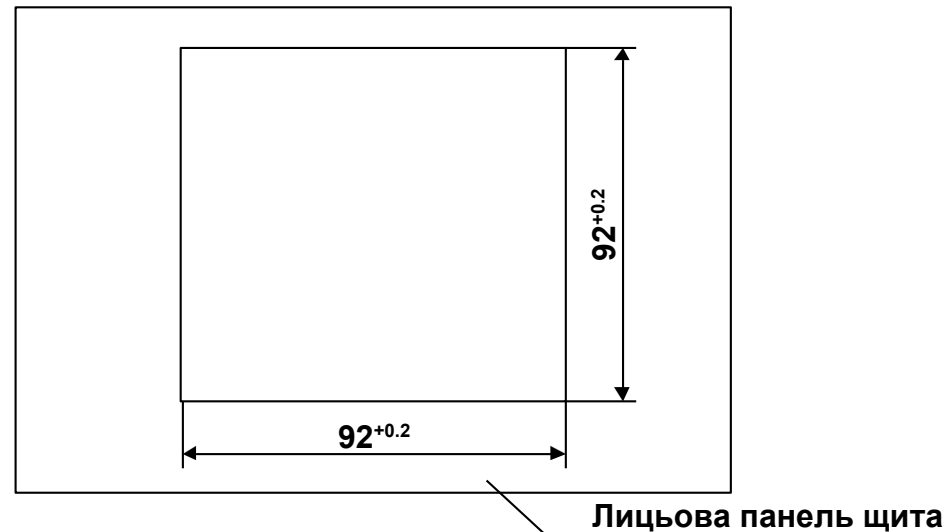

Рисунок 7.1 – Посадочне місце під щитове встановлення приладу
7.1 Встановіть прилад на штатне місце (див. рис. 7.1) та закріпіть його як показано у рисунку 7.2.